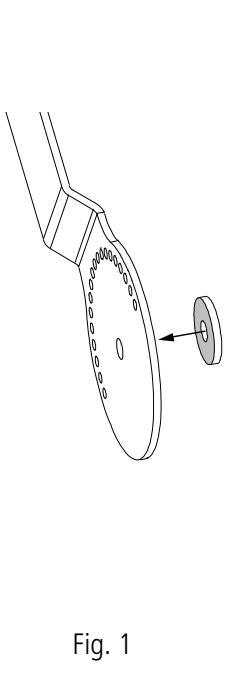

Fig. 1
1. Attaccare il distanziale adesivo in gomma su entrambi i lati interni della staffa o delle prolunghe (Fig. 1).